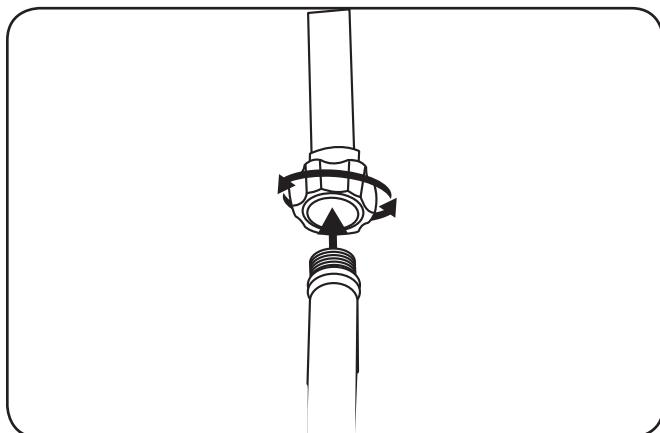

Figure 5-2
6. Branchez la source d'eau à l'orifice d'entrée de la pompe. Voir Figure 5-2.